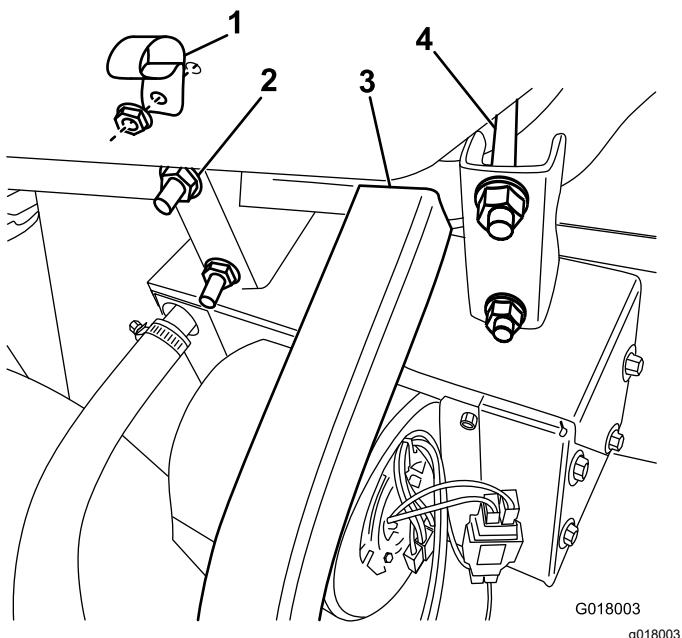

図 23
3. 2015 およびそれ以前の車両ヒーターとブラケットのアセンブリを、前フレームチューブに取りつけるボルトとフランジナットキットの付属品を使い、Uフレームに軽く押し当てる程度に固定する。図 23
5. グローブボックスに R クランプを取り付けるフランジヘッドボルトとナットを使用する図 23。